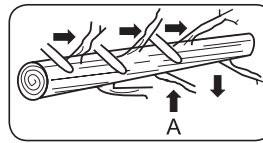

Fig. 11
L'ébranchage est la coupe des branches d'un arbre abattu. Ne coupez pas les branches empêchant le tronc de rouler (A) avant d'avoir découpé le tronc perpendiculairement. (Fig. 11).